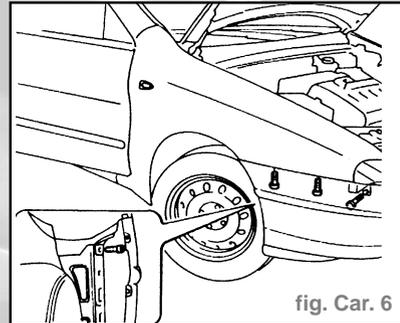

fig. Car. 6
- Dévisser les vis de fixation du pare-chocs à l'aile Avant et les vis de fixation de l'aile au flanc Avant (fig. Car. 6).